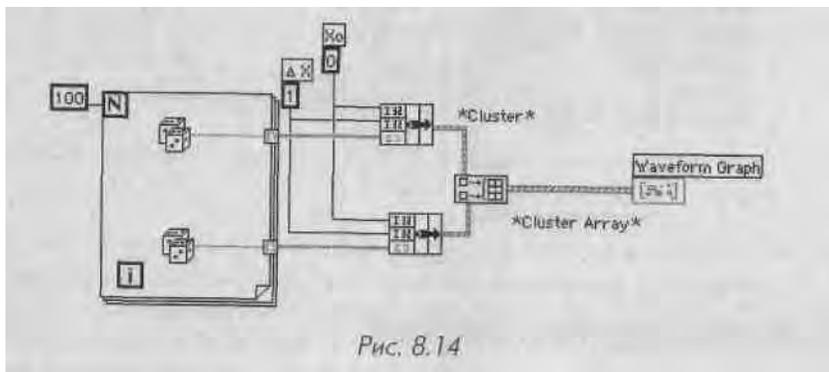

Рис. 8.14
-На рис. 8.14 показан случай, когда значения  $X_0$  и  $\Delta X$  специально задаются. Эти параметры оси  $X$  не обязательно должны быть одинаковыми для обоих наборов данных.